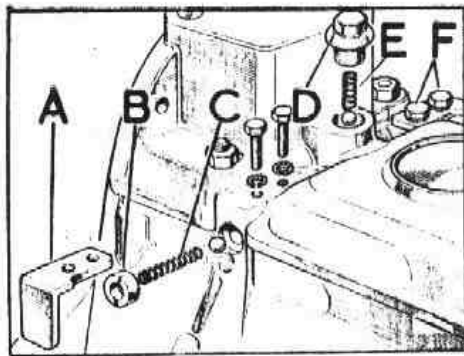
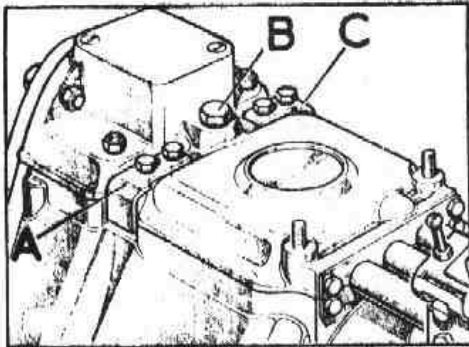

Fig. C-82 Muelles y bolas de las barras correderas
Fig. C-86 Tapa de la caja de velocidades
- 1.3. Retirar los elementos de fijación, F y , (Fig. C-82) de los muelles de los ejes selectores y extraer la placa, A, los retenes de caucho, B, y los muelles C y E. Rellenar los agujeros de la tapa con grasa y evitar que las bolas puedan caer al interior de la caja cuando se quite la tapa.
- 2.5. Montar la tapa de la caja, bolas-fiador, muelles, retén de caucho, B (Fig. C-82 y placa-retén, A. Observese que el muelle de retenida del eje selector de marcha atrás es más fuerte y ligeramente más grueso que los demás, y que la muesca de la parte superior de las placas de retenida debe quedar hacia la parte delantera de la caja de velocidades (Fig. C-86).